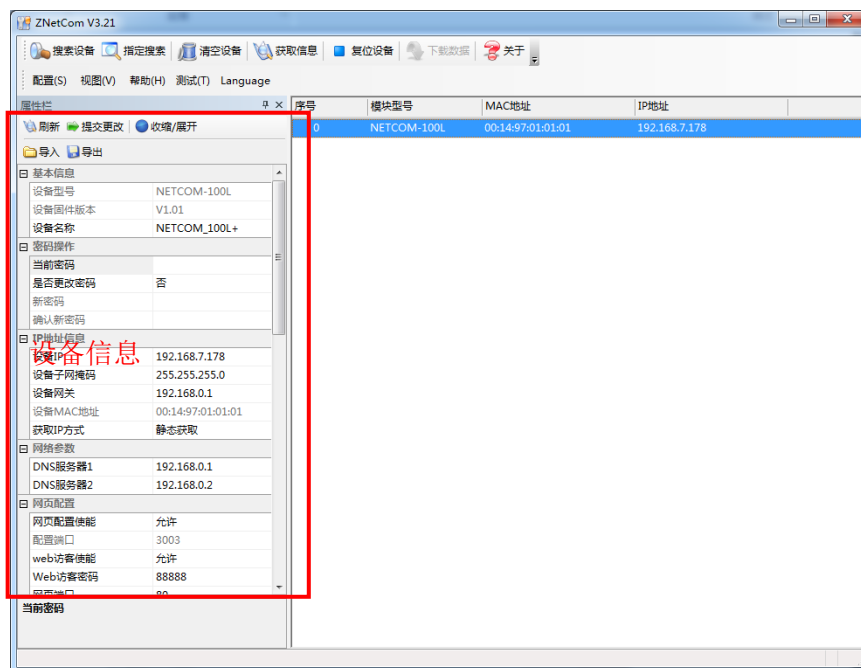

图 7.5 NETCOM 设备配置信息
5. 当“获取设备信息”对话框消失以后，出现如图 7.5 所示的 NETCOM 设备配置信息。